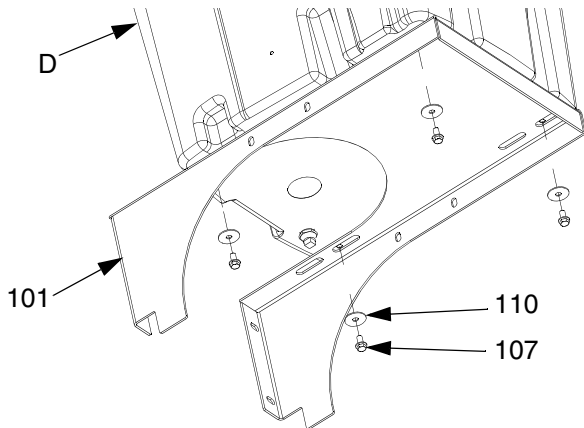

ABB. 9: Trichter an Halterung anbringen
- Befestigungsschrauben (107) des Trichters festziehen. Siehe ABB. 9.
- Schrauben (107) und untere Halterung (109) installieren.